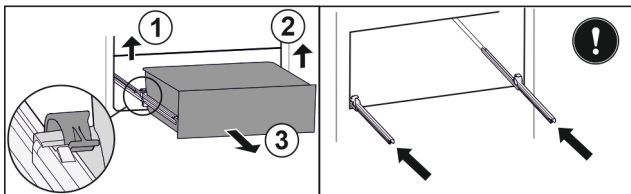

Fig. 110
- ▶ Ridicați clema din stânga și trageți concomitent sertarul din stânga spre înainte. Fig. 110 (1)
- ▶ Ridicați clema din dreapta și trageți concomitent sertarul din dreapta spre înainte. Fig. 110 (2)
- ▶ Extrageți sertarul spre înainte. Fig. 110 (3)